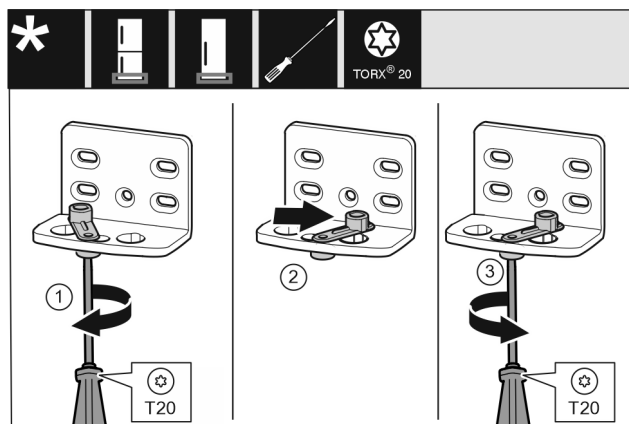

Fig. 13
- ▶ Svitare allentando la vite con il cacciavite T20. Fig. 13 (1)
- ▶ Sollevare l'ausilio di chiusura della porta e ruotarlo di 90° verso destra nel foro. Fig. 13 (2)
- ▶ Serrare la vite con il cacciavite T20. Fig. 13 (3)